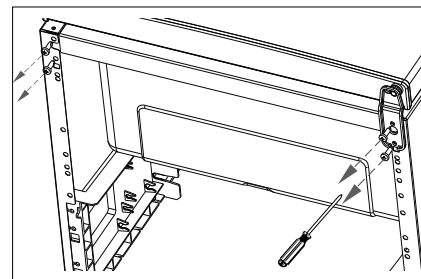

Fig. 2
- ▶ Afloje los dos tornillos de la bisagra inferior con un destornillador de estrella (fig. 2).